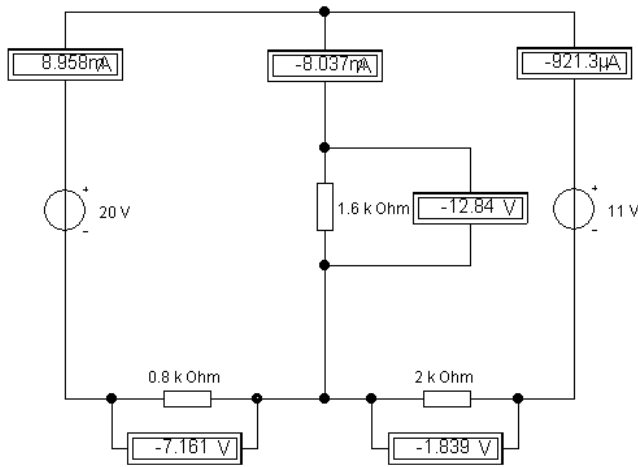

Рис. 3. Проверка первого закона Кирхгофа
3. Собрать схему, показанную на рис. 3. Проверить первый закон Кирхгофа, для чего измерить токи в ветвях цепи и падения напряжений на резисторах.